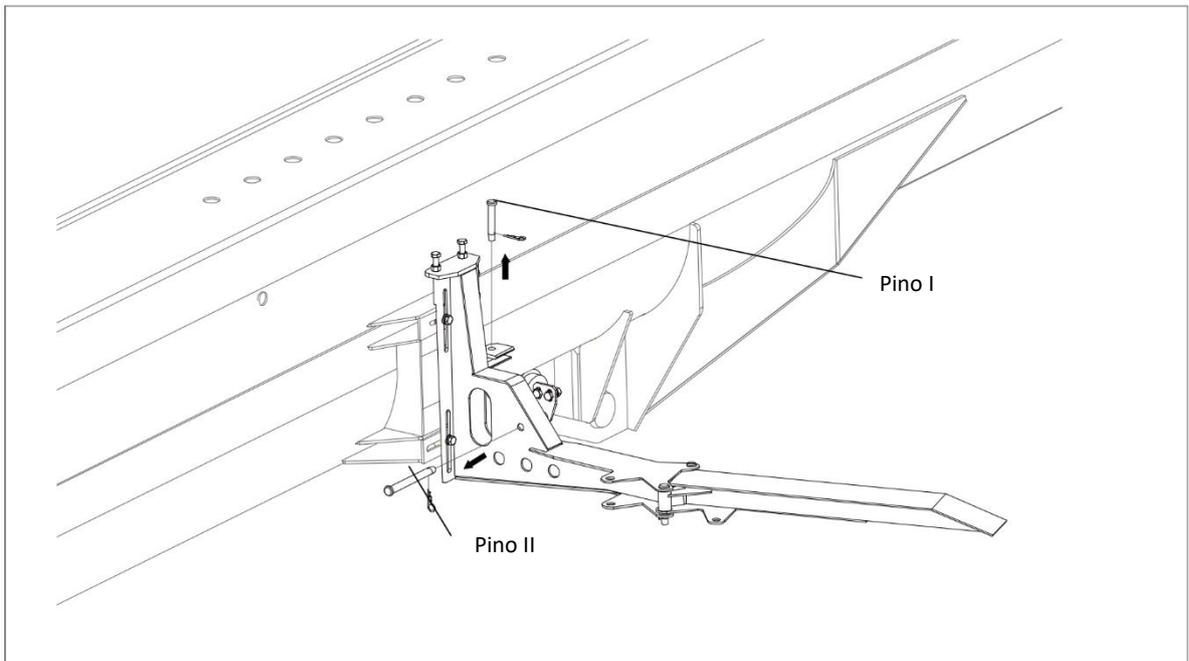

Figura 5-4 Remoção dos pinos I e II
- g) Remova os pinos I e II. Consulte a figura 5-4.